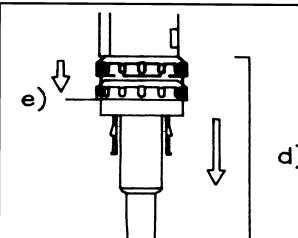

Fig. 5.3
3. See Fig. 5.3 Disengage assembly d) by pulling hood e) firmly.
3. Siehe Abb. 5.3 Den Abschlussring e) festhalten und die Untergruppe d) herausziehen.
2. Siehe Abb. 5.3 Den Abschlussring e) nach unten ziehen und die Untergruppe d) einführen.
2. See Fig. 5.3 Engage assembly d) while maintaining hood e) down.
3. Voir Fig. 5.3. Dégager l'ensemble d) par traction sur le capot e).
2. Voir Fig. 5.3 Engager l'ensemble d) en maintenant le capot e) complètement abaissé.